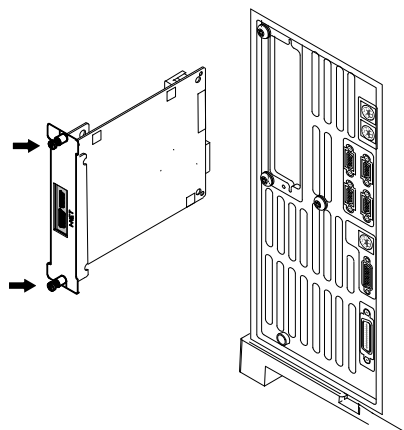

Figure 35 Retirer la carte LAN
- 8 Si une carte MIO (carte LAN) est installée, dévissez ses deux vis de montage et faites glisser la carte hors du CPG (Figure 35).